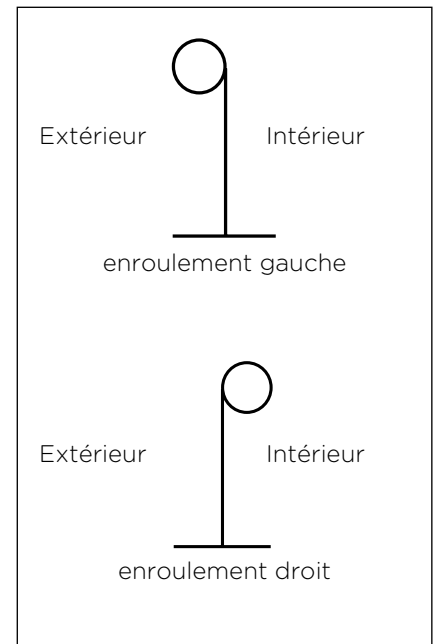

Fig. 4 : Montage en traditionnel
- Deux types de montage en traditionnel: enroulement droit et enroulement gauche, voir figure 4